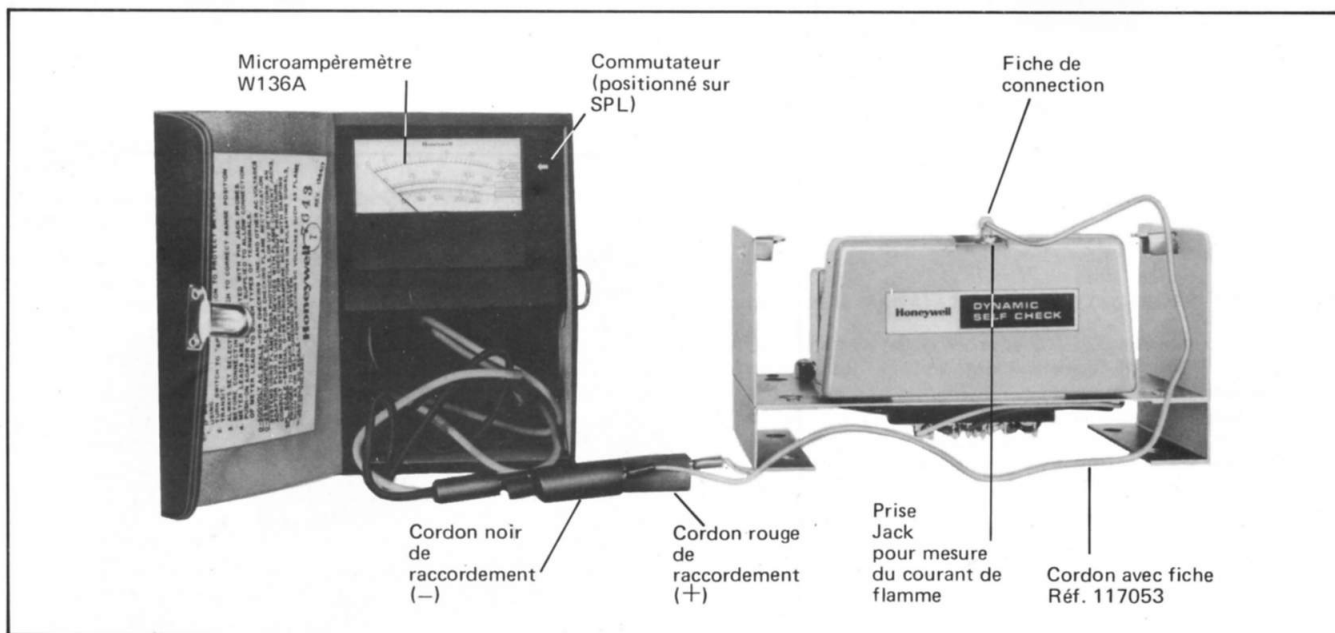

Fig. 3
1. Utiliser le microampèremètre HONEYWELL W136A avec le commutateur placé sur la position SPL (Fig. 3). Si vous ne possédez pas de W136A, utiliser un microampèremètre avec un calibre de 0 à 25 microampères continu en shuntant les bornes avec un condensateur de 50 microfarads.